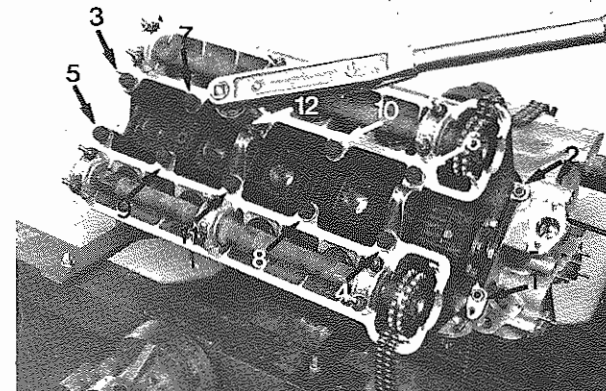

Fig. 32 - Numerazione di smontaggio
- Ripetere le medesime operazioni per l'altra testa cilindri. Le due teste non sono intercambiabili (marcatatura teste - **Fig. 32**).
- Repeat the same operations for the other cylinder head. The two head are not interchangeable (cylinder head marking - **Fig. 32**).